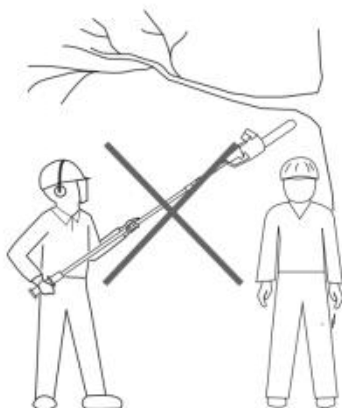

Fig. 52
5. Tenere le altre persone lontane dall'estremità tagliata del prodotto e ad una distanza di sicurezza dall'area di lavoro. Mantenere una distanza minima di 10 m dagli astanti (Fig. 52).